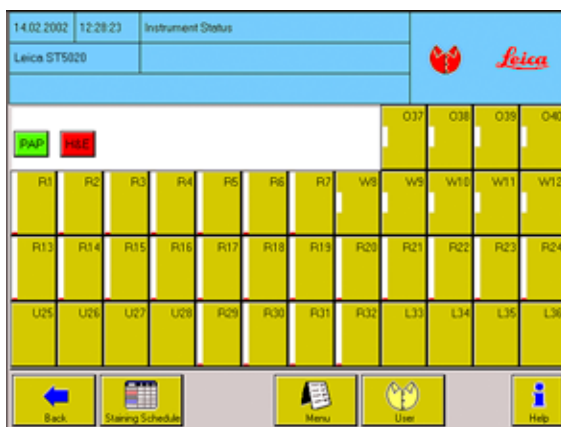

Рис. 25
- Если не было сделано никаких изменений, откроется меню **INSTRUMENT STATUS** (рис. 25).